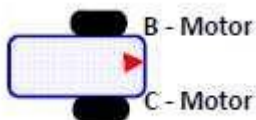

Fig.1
- due ruote motrici anteriori (diametro 2,2 pollici corrispondenti a 5,3 cm) , i motori sono collegati ai porti di uscita come mostrato in fig.1